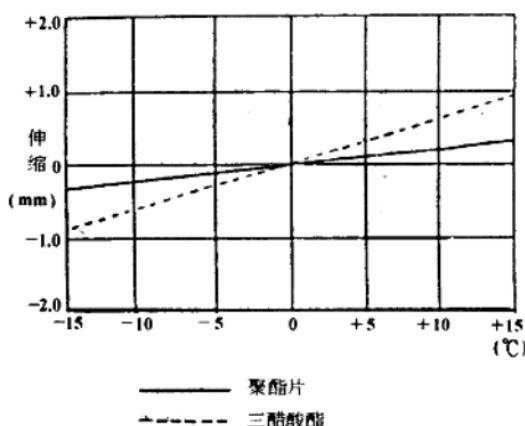

图 1-4 软片尺寸和温度的关系
(1) 软片使用注意事项。细心的人都会发现，连晒后冲洗出来的软片跟原稿总是不能重叠。许多人以为是机器出了毛病，其实不是，是软片本身的物理特性所产生的误差。软片对环境的温湿度比较敏感，图 1-4 是环境湿度一定时，软片长度随环境温